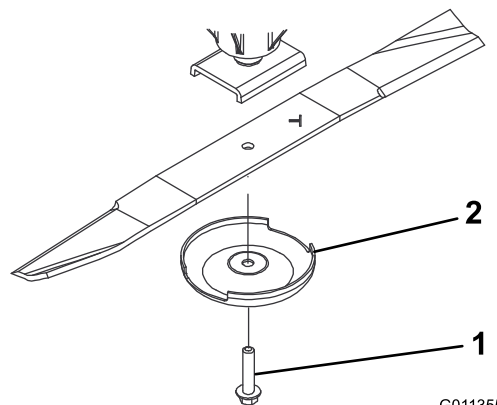

Figure 87
- Enlevez le boulon, la coupelle de protection et la lame de l'axe de pivot (**Figure 87**).